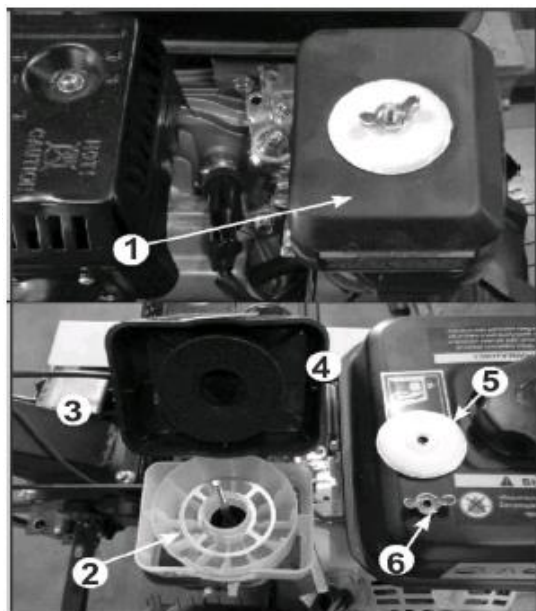

Рис. 22
4. В маслосливное отверстие (см. рис. 22) вставьте подходящую воронку и залейте 2,5 л. рекомендованного трансмиссионного масла.